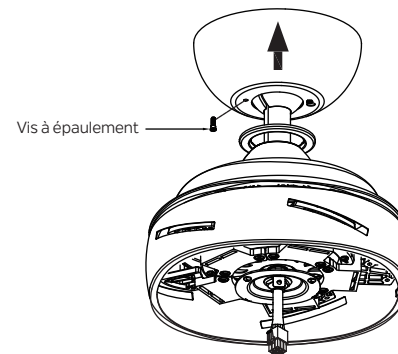

Fig. 14
Étape 1. Assemblez l'auvent en tournant la fente de la clé dans l'auvent sur la vis à épaulement dans le support de montage. Serrez la vis à épaulement. Assemblez et serrez complètement la deuxième vis à épaulement précédemment retirée. (Fig. 14)